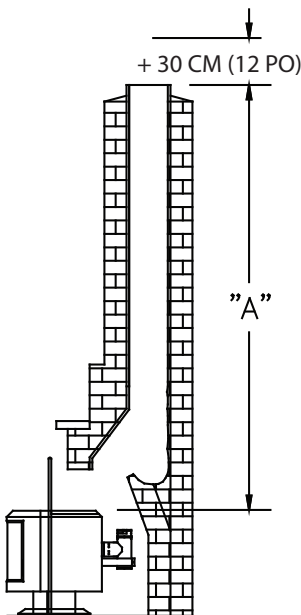

Figure 18
3. Mesurer et enregistrer les dimensions comme illustré à la (Figure 18).